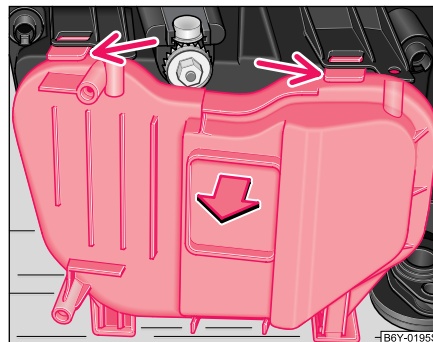

Fig. 153 Cubierta protectora para faros delanteros
- Presione hacia abajo el resorte de seguridad y desmonte la cubierta protectora ⇒ página 222, fig. 153.
- Desmonte la cubierta protectora por el lado posterior del faro ⇒ página 222, fig. 153.
- Separe el conector eléctrico (B).
- Comprima el estribo de alambre elástico (A) del portalámparas y abátalo.
- Insertar el conector eléctrico (B).
- Extraiga el enchufe (A).
- Desenclavar el estribo de alambre elástico (B) hacia abajo y abatirlo a un lado.
- Saque la bombilla (1) y coloque la bombilla nueva de tal modo, que las pestañas de fijación del reflector se encuentren en los rebajes del platillo de lámpara. ►
- Cale el enchufe (A).